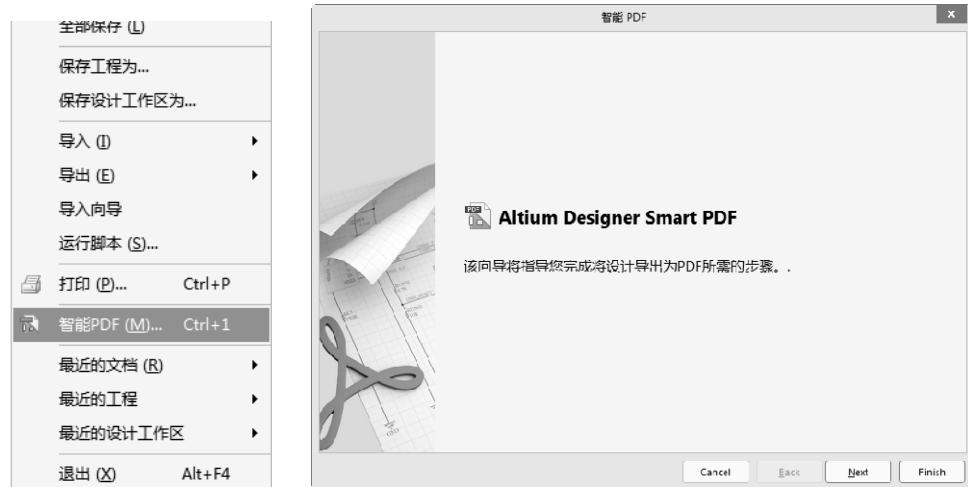

图 5-99 进入 PDF 的创建向导
(1) 执行菜单命令“文件-智能 PDF”，进入 PDF 的创建向导，如图 5-99 所示，一般根据向导来进行设置。